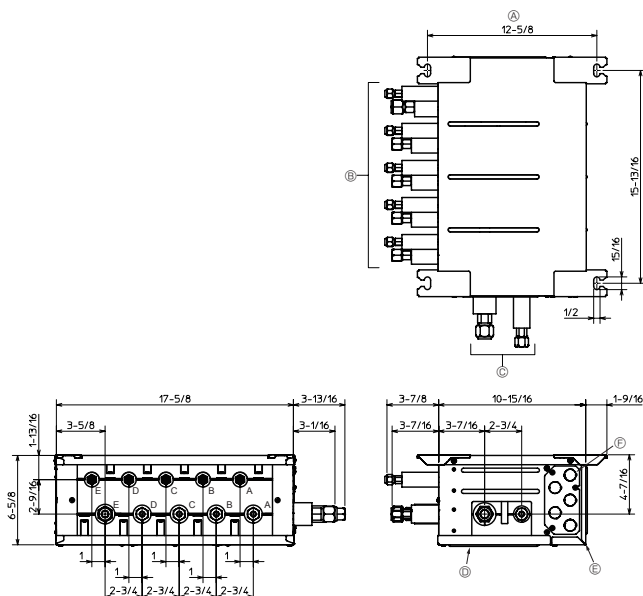

Fig. 4-2
- ① Pas de boulon de suspension
- ② Vers l'appareil intérieur
- ③ Vers l'appareil extérieur
- ④ Panneau de service (pour LEV, THERMISTOR)
- ⑤ Protection électrique
- ⑥ Plaque de conduit
- ⑦ Bloc de raccordement (vers l'appareil intérieur sur la carte de commande)
- ⑧ Bloc de raccordement (vers l'appareil extérieur)
- ⑨ Bloc de raccordement (pour le câble de communication)
■ PAC-MKA50BC (Fig.4-2)